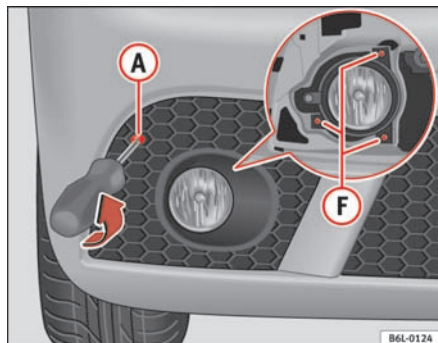

Fig. 153 Tågeforlygter
- For at kunne tage gitteret af skal du skrue skruen **A** ⇒ fig. 153 ud, trække i gitteret i den modsatte side af skruen og løsne afdækningen.
- Skru de to skruer **F** ⇒ fig. 153 ud, og træk stikket ud.